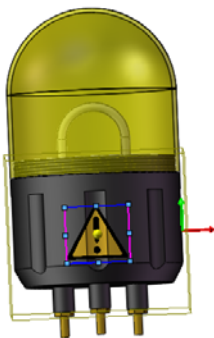

图 15-103 修改后的贴图效果
- 02 在对话框中转到【映射】选项卡，设置映射方式为【投影映射】，映射平面为 XY 平面，并设置映射中心的坐标如图 15-102 所示。在【大小和方向】选项组，设置贴图宽度为 30mm。贴图的位置和大小都发生变化，如图 15-103 所示。单击【确定】，完成贴图。